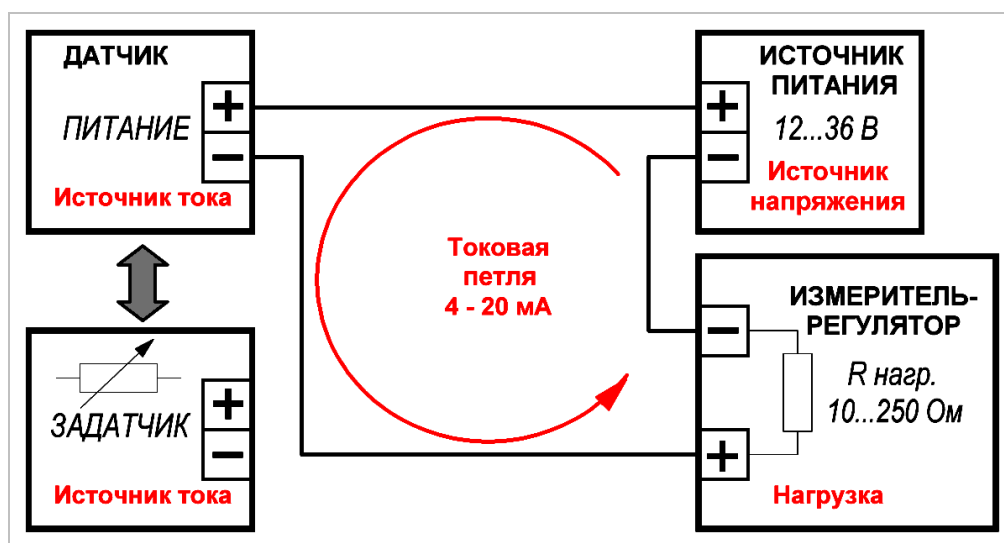

Рис. 2
При наладке или ремонте средств автоматизации наиболее эффективным решением является включение вместо датчика технологического процесса с токовым выходом специального прибора - задатчика тока 4-20 мА (см. рис. 2).
- Данная схема полностью соответствует схеме на рис. 2. Здесь:
- источник напряжения V1 имитирует ИСТОЧНИК ПИТАНИЯ на рис. 2;